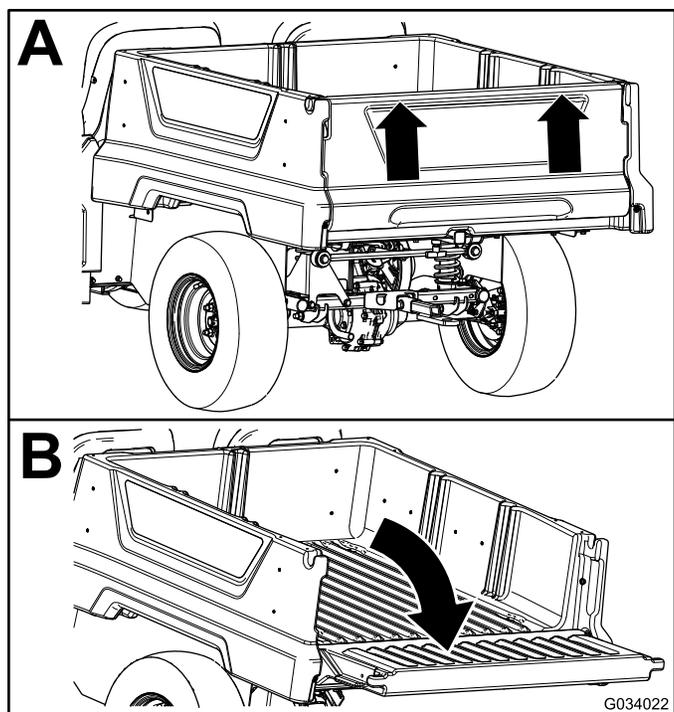

图 13
2. 使用双手抓住尾门上方的脊状边缘提起尾门图 13。
3. 将尾门放下直至与货斗底部齐平图 13。